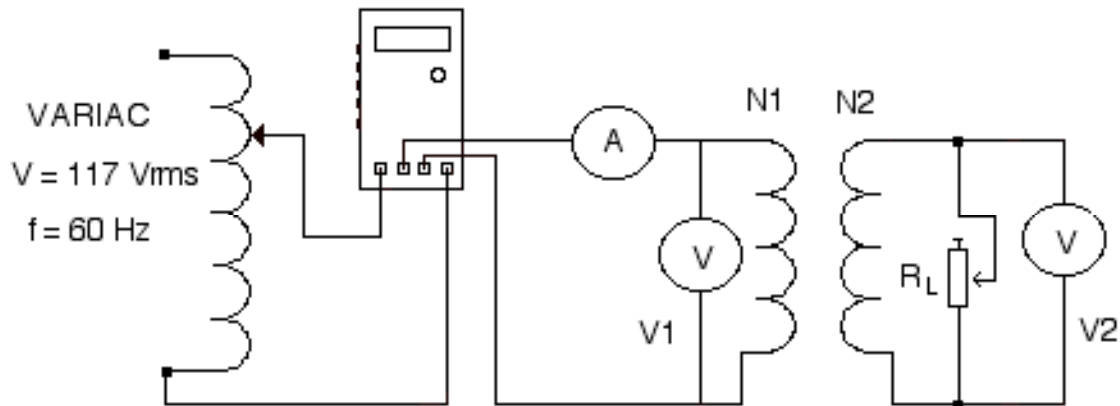

Figura 9.7.
- 39.- Para obtener las pruebas de carga, monte el circuito de la figura 9.7.